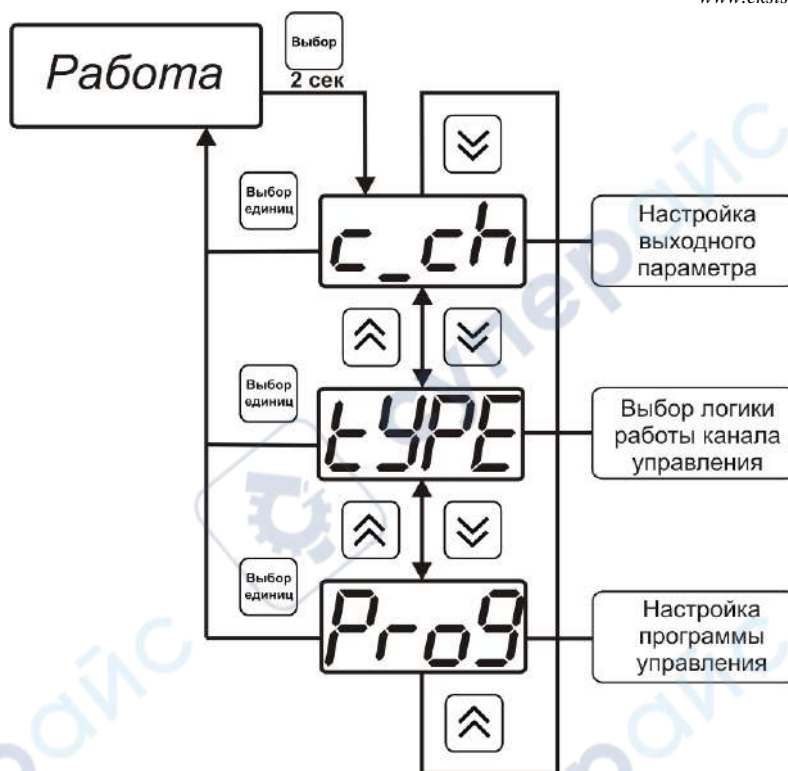

Рисунок 6.14 Режим настройки канала регулирования
**6.3.3.1** Вход в настройку каналов регулирования осуществляется длительным нажатием кнопки . После входа в режим настраивается канал регулирования, который был выбран в режиме РАБОТА. Настройка каналов регулирования включает: выбор входного параметра регулирования (температура или влажность), выбор логики работы канала, настройку программы регулирования, см. рисунок 6.14.